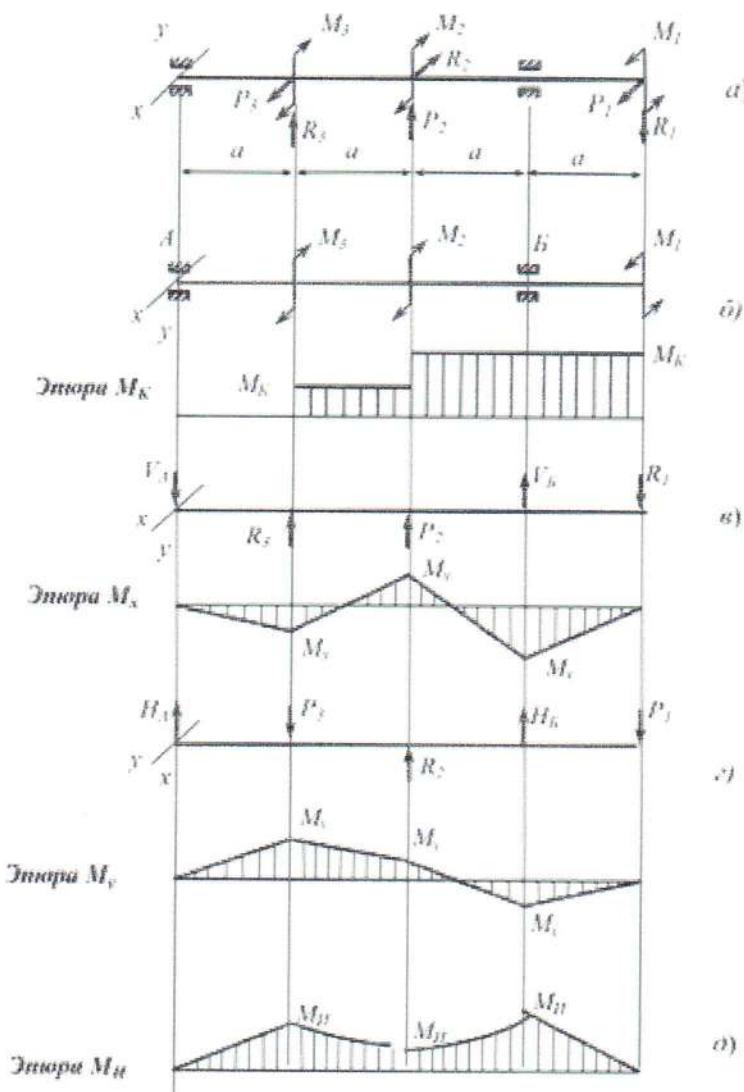

Рис. 6 Расчётная схема. Эпюры моментов
5. Начертить расчетную схему вала (рис. 6, а).
6. Начертить схему кручения вала и построить эпюру крутящих моментов (рис. 6, б).
7. Начертить схему изгиба вала в плоскости YOZ и построить эпюру изгибающих моментов M_x (рис. 6, в).
9. Построить эпюру суммарных изгибающих моментов (рис. 6, д).